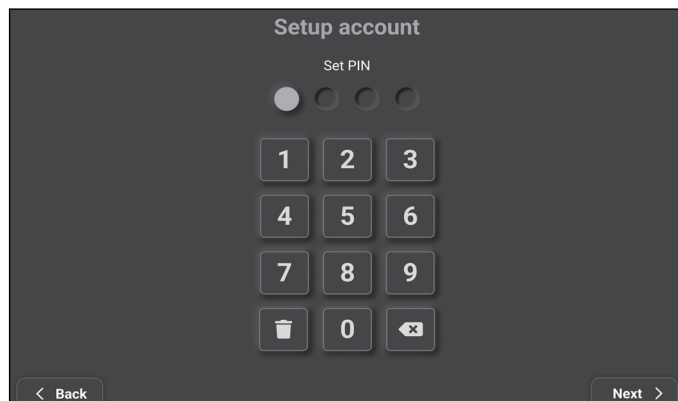

Abbildung 16
5. Erstellen Sie eine neue PIN **(Abb. 16)**.